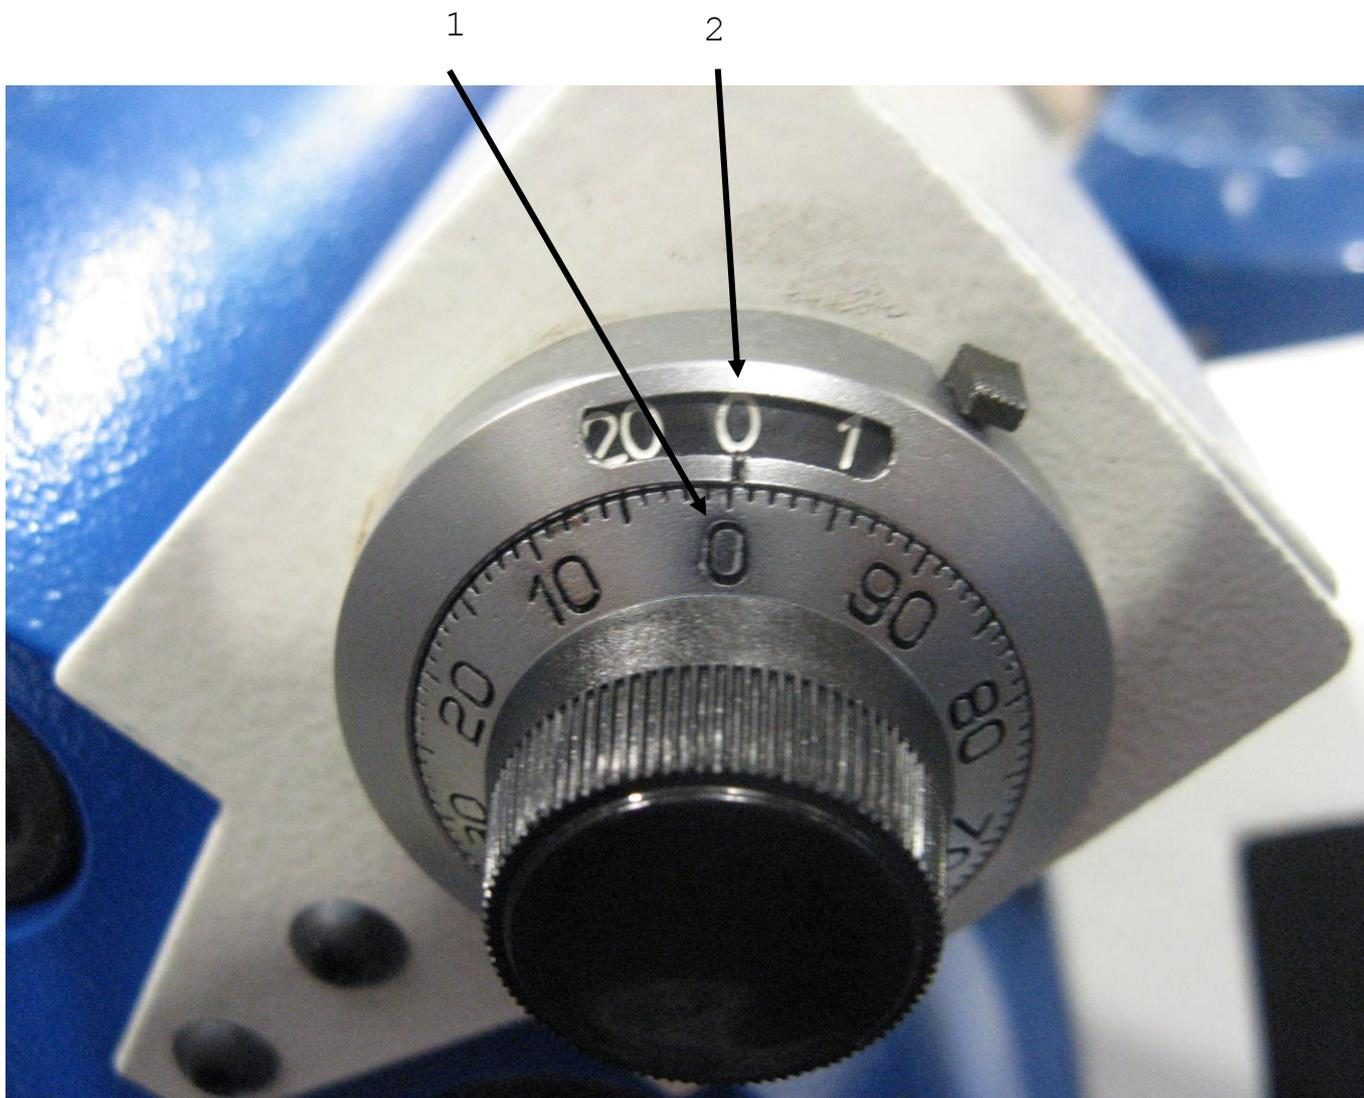

РИСУНОК 4
3. Установите в отверстие фронтального фланца специальный инструмент быстрой замены с восемью пазами (Рис.11 п.1), обеспечивающими центрирование. Паза должны быть центрированы на гайках, расположенных с лицевой стороны держателей кулачков, убедитесь в прохождении в фиксатор, выровняв внешние кулачки на специальном инструменте с отверстиями, расположенными на фронтальном фланце (Рис.4 п.1). Кулачки автоматически зацепятся на соответствующих штифтах с помощью магнитов.
3. **При широко открытой машине отцентрируйте внешние штифты специального инструмента с отверстиями на фронтальном фланце (Рис.4 п.1), убедившись, что магниты (Рис.7 п.1), расположенные на центрирующей пластине (Рис.7 п.1) соприкасаются с фронтальным фланцем; (Рис.4 п.1),** после кулачок готов к вставке (Рис.8).